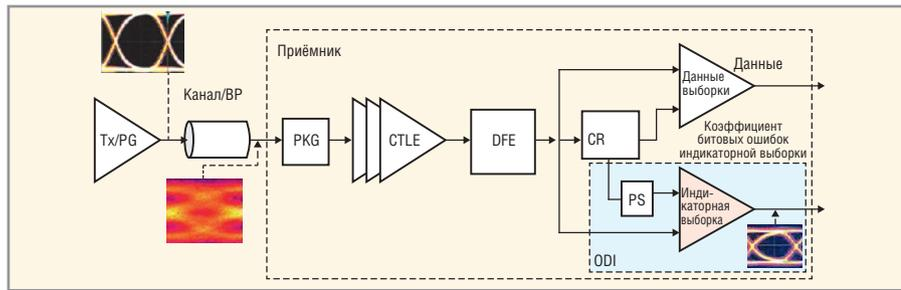

Рис. 5. Расширенная технология трансивера за счёт FPGA
Схема связи FPGA с трансиверами для передачи данных с помощью оптического интерфейса приведена на рисунке 4. Расширенная технология трансивера за счёт свойств FPGA обеспечивает электрическую функциональность передачи и приёма данных до 28 Гбит. Передатчик (TX) обладает низким джиттером, достигающим 300 фс на 28 Гб, за счёт использования LC-генератора (см. рис. 5). В приёмнике (RX) обеспечивается 20 дБ усиления переменного тока с регулируемой пиковой частотой и автоматическим подбором коэффициентов усиления.